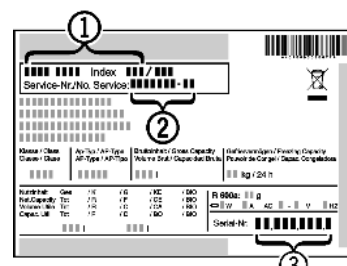

Fig. 20
- ▷ Označení přístroje *Fig. 20 (1)*, servisní číslo *Fig. 20 (2)* a sériové číslo *Fig. 20 (3)* naleznete na typovém štítku. Identifikační typový štítek je umístěn na levé vnitřní stěně přístroje.
- ▷ Informujte zákaznický servis a sdělte poruchu, označení přístroje *Fig. 20 (1)*, servisní číslo *Fig. 20 (2)* a sériové číslo *Fig. 20 (3)*.